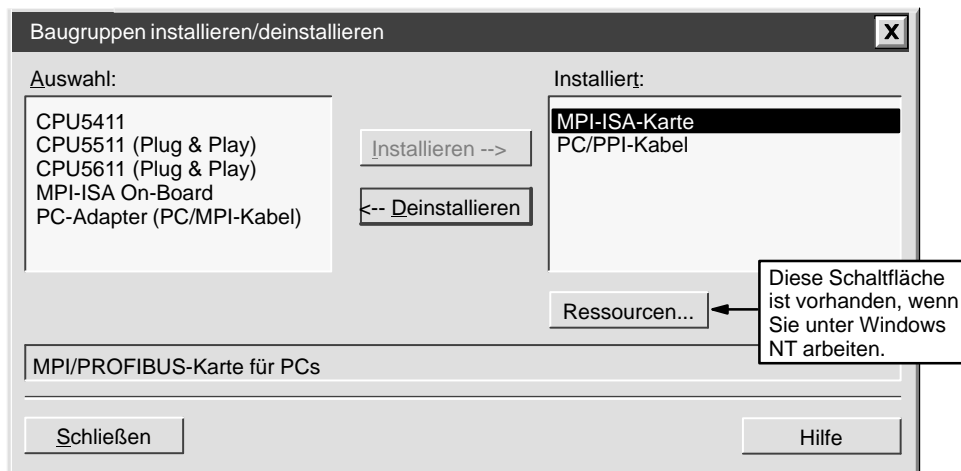

Bild 3-1 Dialogfeld zum Installieren und Deinstallieren von Baugruppen
6. Am Ende des Installationsvorgangs wird das Dialogfeld zum Installieren und Deinstallieren von Baugruppen automatisch angezeigt (siehe Bild 3-1). Sie können die Hardware, die Ihr Rechner zur Kommunikation benötigt, sofort installieren (siehe Abschnitt 3.2), Sie können sie aber auch später noch installieren (siehe Abschnitt 3.3).
Wenn Sie unter Windows 95 oder Windows NT 4.0 arbeiten, dann wird das Dialogfeld zum Installieren und Deinstallieren von Baugruppen automatisch nach der Installation der Software aufgerufen (siehe Bild 3-1). Wenn Sie unter Windows 3.1 arbeiten, gehen Sie folgendermaßen vor:
3. Wählen Sie die Schaltfläche "Installieren...". Daraufhin erscheint das Dialogfeld "Baugruppen installieren/deinstallieren" (siehe Bild 3-1).
Auf der linken Seite des Dialogfelds "Baugruppen installieren/deinstallieren" sehen Sie eine Liste der Hardware, die Sie noch nicht installiert haben (siehe Bild 3-1). Auf der rechten Seite des Dialogfelds sehen Sie eine Liste der Hardware, die Sie installiert haben. Wenn Sie mit dem Betriebssystem Windows NT 4.0 arbeiten, enthält das Dialogfeld eine Schaltfläche "Ressourcen" unterhalb der Liste der installierten Hardware.